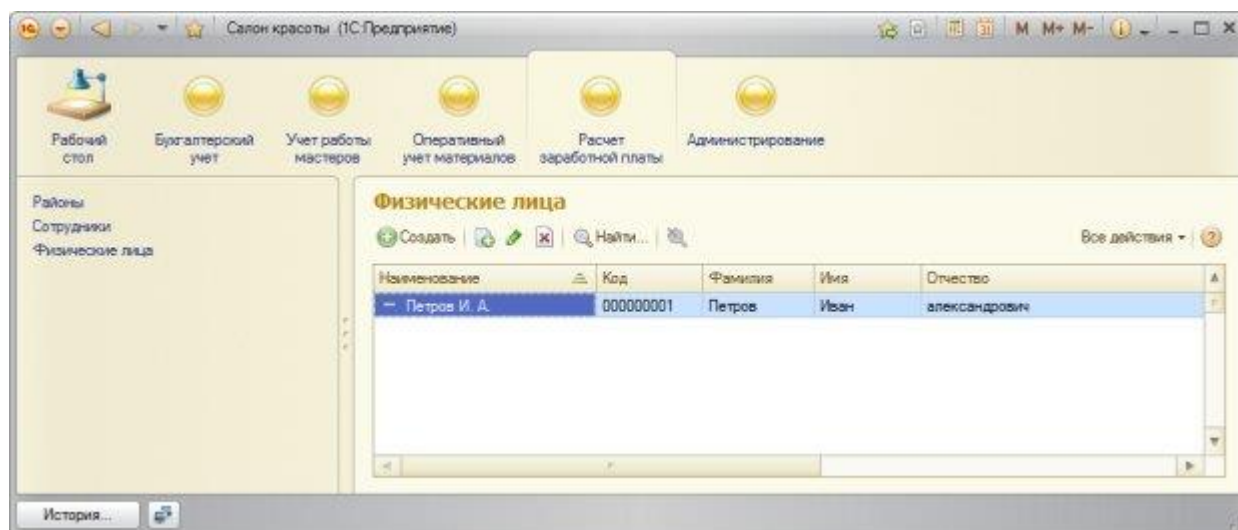

Рисунок 4.4- Новая запись в справочнике Физические лица
1.5 После успешного выполнения процедуры **ПередЗаписью**, наименование выглядит следующим образом. Мы намеренно ввели отчество с маленькой буквы – как было пояснено выше, наш код готов к такому повороту событий, **Рисунок 4.4**.